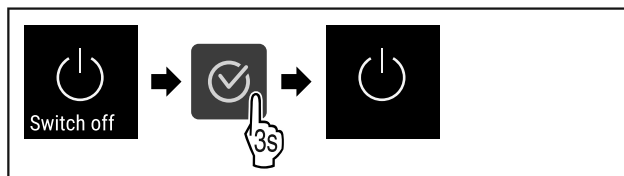

Fig. 65
► Suivre les étapes (voir Fig. 65) .